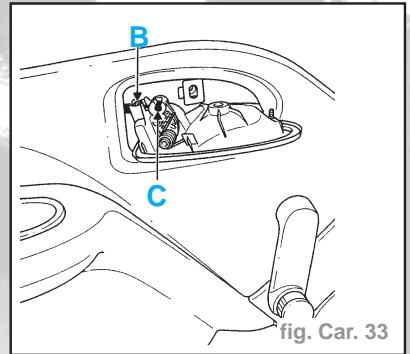
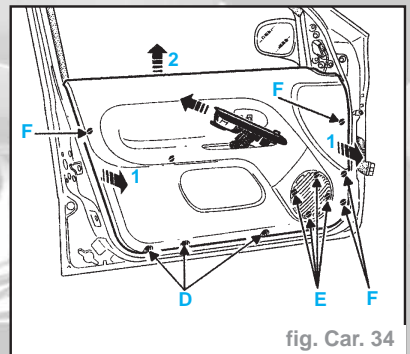

fig. Car. 33
fig. Car. 34
- Ôter (fig. Car. 33) :
- l'arrêt de gaine (B) du câble de commande
- l'extrémité du câble de la poignée (C)
- Soulever et tirer celle-ci vers l'arrière afin de la dégager de son logement sur la garniture (fig. Car. 34).